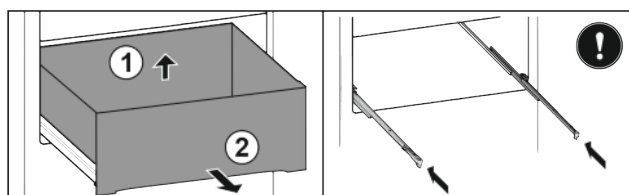

Fig. 34*
- Поднимите выдвижной ящик сзади Fig. 34 (1).*
- Извлеките движением вперед Fig. 34 (2).*